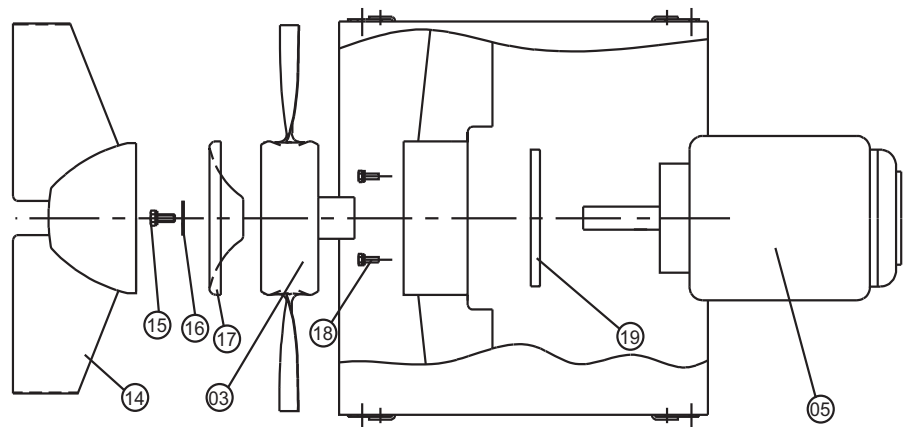

Abb. 3 Aus-/Einbau des Motors
- 4 Für Typ ARR: Die Schrauben in den Leitschaufeln an den An-/Abströmhauben abschrauben und die An-/Abströmhauben Abb. 3, Pos. 14 ziehen
- 5 Die Mittelschraube des Laufrades Abb. 3, Pos. 15 abschrauben und die Mittelscheibe Pos. 16 demontieren.
- 6 Für Typ AUR: Den Nabendeckel Abb. 3, Pos. 17 demontieren.
- 7 Das Laufrad Abb. 3, Pos. 03 mittels eines Abziehers, der in den beiden Ge-
8 4 Stück Schrauben Abb. 3, Pos. 18 abschrauben.
9 Motor Pos. 05 und Motorflansch Abb. 3, Pos. 19 demontieren. Vor dem Ausbau die Position des Motors beachten.
1 Nach Fertigstellung der Wartungsarbeiten den Motor Abb. 3, Pos. 05 wieder einbauen. Darauf achten, dass der Motorflansch Pos. 19 korrekt angebracht ist und die Motorwelle im Ventilatorgehäuse konzentrisch angeordnet ist, bevor die Schrauben Pos. 18 angezogen werden.
2 Das Laufrad Abb. 3, Pos. 03 auf der Motorwelle mittels einer Schraube, die im Gewindeloch der Motorwelle zu befestigen ist, montieren. Die Nabe des Laufrades bis zum Anschlag gegen den Flansch der Motorwelle anspannen. Prüfen, ob der Schaufelwinkelspielraum am ganzen Umfang gleich groß ist. Andernfalls die Motorposition in der Aufhängung ändern. **Bitte merken:** Schlagwerkzeuge können Schaden an den Lagern anrichten.
3 Die Mittelschraube Abb. 3, Pos. 15 und die Mittelscheibe Pos. 16 und für Typ AUR den Nabendeckel Pos. 17 wieder anbringen.
4 Typ ARR: Die An-/Abströmhauben Abb. 3, Pos. 14 montieren.